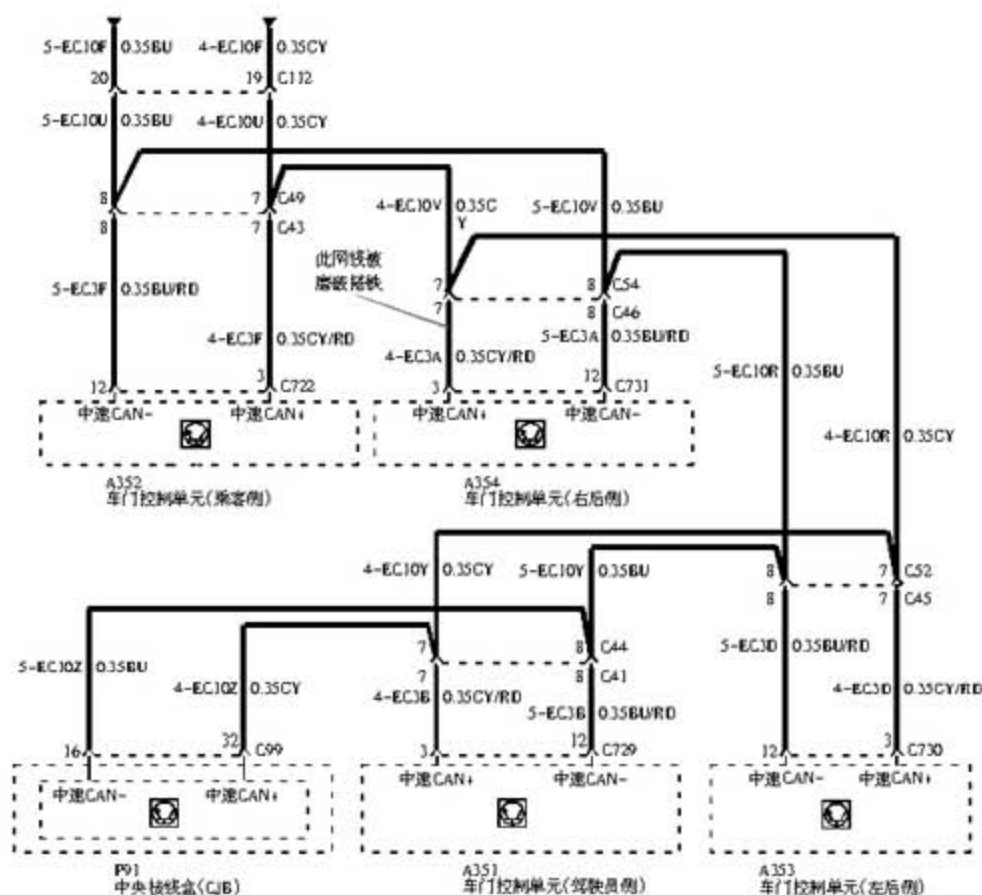

图 1
- 2). 在长安福特福克斯轿车的车身电气控制系统中, 4 个电动车窗玻璃分别由 4 个门控单元控制, 玻璃升降器电机与门控单元组合在一起, 4 个门控单元通过中速 CAN 网络进行通讯(图 1)。根据维修经验, 该车的电动车窗控制系统